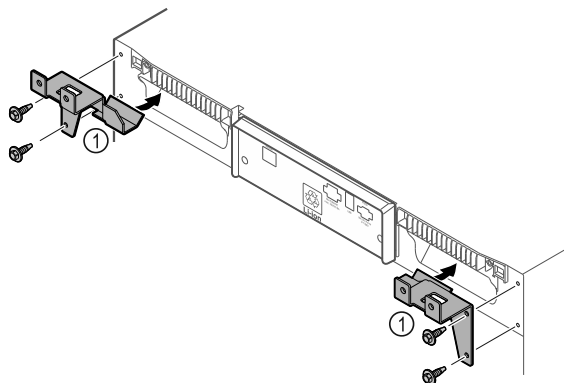

Fig. 8
- ▶ Namontujte pridržné diely Fig. 8 (1) na zariadenie pomocou priložených skrutiek.